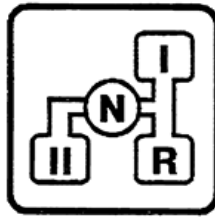

Рис. 22. Схема перемикання діапазонів та заднього ходу
7. Важіль перемикання діапазонів КП і заднього ходу. Схема перемикання показана на рис. 22.